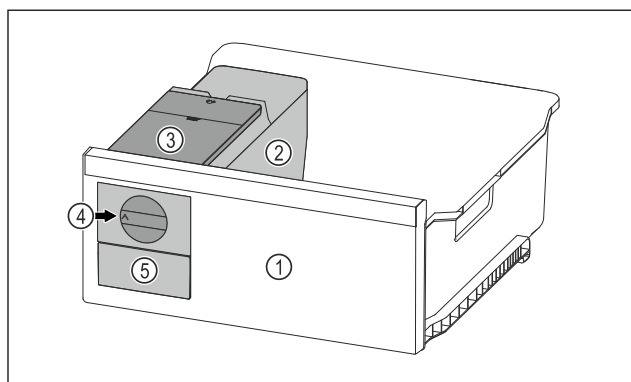

Fig. 70 Príklad zobrazenia
- Otočný gombík Fig. 70 (4) otočte v smere hodinových ručičiek až na doraz.
- Kocky ľadu vypadávajú z misky na kocky ľadu do zásuvky na kocky ľadu Fig. 70 (5).